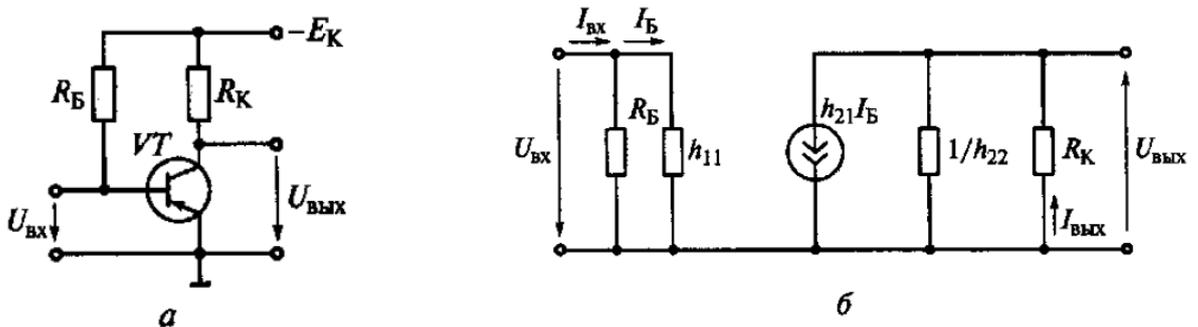

Рис. 9
8. На рис. 9, а приведена схема усилительного каскада с общим эмиттером на транзисторе ГТ322Б, а на рис. 9, б – его схема замещения. Рассчитайте сопротивление базы R_B , при котором рабочая точка будет находиться на середине линейных участков входной и выходной характеристик, если $E_K = 10 \text{ В}$ и $R_K = 1 \text{ кОм}$. Определите коэффициенты усиления по напряжению K_U , по току K_I и по мощности K_P , а также входное $R_{вх}$ и выходное $R_{вых}$ сопротивления усилительного каскада. Входные характеристики и h -параметры возьмите из задачи 6, значение h_{12} примите равным нулю. Определите, какой из ответов не верен.